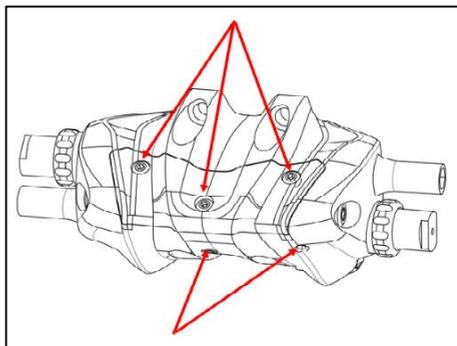

Fig. K-2 請勿鬆動上蓋螺絲
- 捷安特油壓碟煞系統本體前方由 6 個螺絲固定油槽上蓋(如 Fig. K-2 所示圓圈處)，請不要鬆動或移除該螺絲，避免滲油造成系統故障